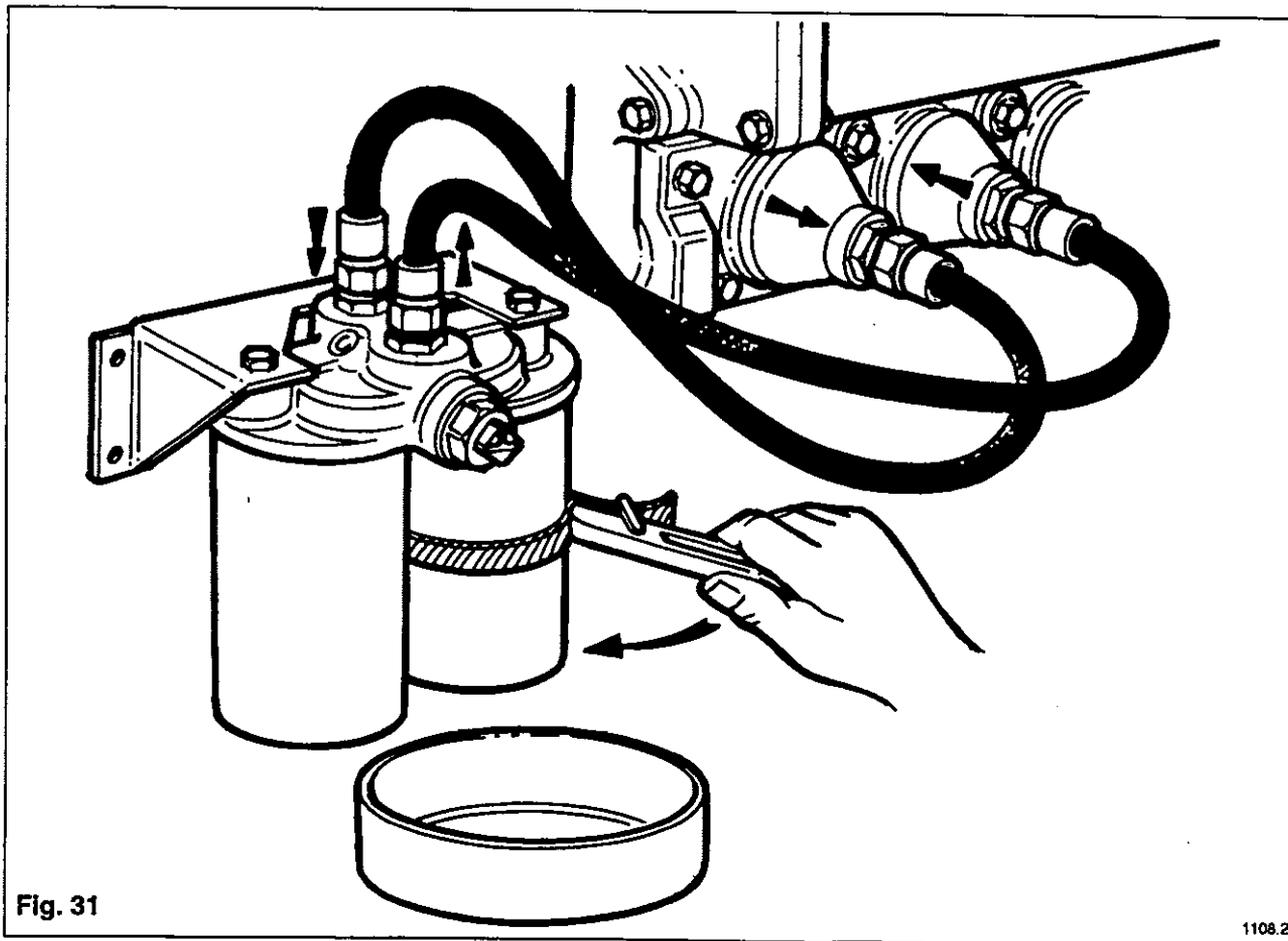

Fig. 31
**REMARQUE:** Si les flexibles de liaison au filtre sont débranchés pour une raison quelconque, il est impératif qu'ils soient rebranchés correctement pour éviter que de l'huile non filtrée pénètre dans le moteur. Voir Fig. 31. Le non remplacement des filtres en temps utile peut également entraîner des problèmes dus à l'huile non filtrée.
Il suffit de dévisser les cartouches avec une clé à sangle, comme indiqué dans la Fig. 31, sans toucher au robinet de commutation, dans la mesure où le circuit n'est pas sous pression quand le moteur est à l'arrêt. Essuyer le dessous de la tête de filtre et enduire d'huile propre les joints d'étanchéité des cartouches neuves, avant de les visser à la main. Serrer les cartouches de trois quarts de tour au plus, après le contact du joint sur la tête de filtre. Vérifier l'absence de fuites après le redémarrage du moteur.